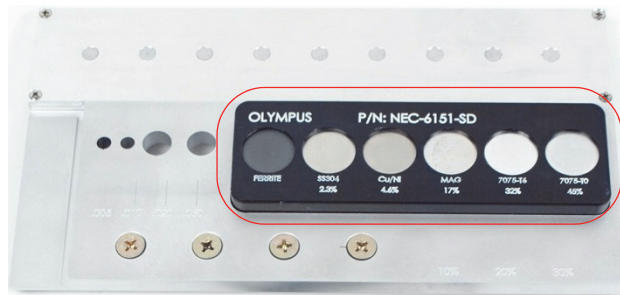
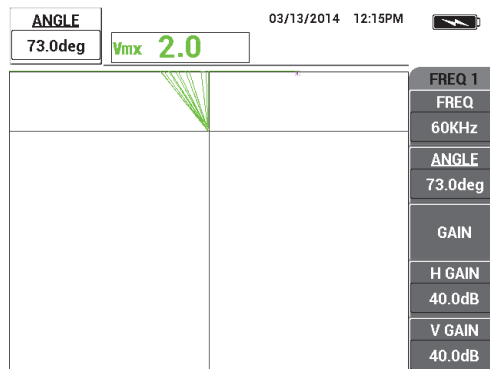

Figura 5-73 Seção do padrão usado para teoria do plano de impedância
Figura 5-74 Ajuste de ângulo do sinal para 90°
9. Com a sonda, toque levemente na amostra de ferrite e bata suavemente na amostra (veja Figura 5-73 na página 184). Dando algumas batidinhas, pressione a tecla **ANGLE** (  ) e ajuste o ângulo do sinal do ferrite até que ele fique orientado completamente para cima (90°) [veja Figura 5-74 na página 184].